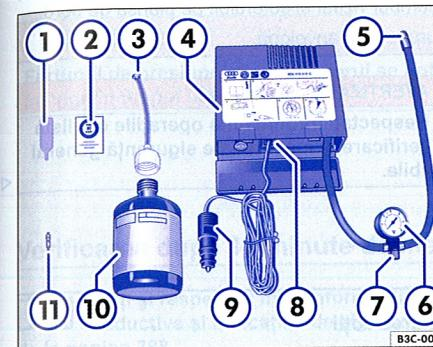

Fig. 237 Imagine de referință: componentele setului de depanare a anvelopelor.
Setul de depanare a anvelopelor se găsește în portbagaj, sub mochetă. Acesta constă din următoarele componente ⇒ fig. 237:
12. Lipiți autocolantul ⇒ fig. 237 ② din setul de pană în câmpul vizual al șoferului, pe planșa de bord.
- Cu cheia de ventilele ⇒ fig. 237 ①, scoateți inserția ventilului din ventilul de anvelopă și așezați-o pe o suprafață curată.
- Scuturați de câteva ori bine recipientul de umplere a anvelopei ⇒ fig. 237 ⑩.
- Înșurubați bine, în sens orar, furtunul de umplere ⇒ fig. 237 ③ pe recipientul de umplere a anvelopei. Folia de la gura recipientului se va găuri automat.
- Îndepărtați capacul de la furtunul de umplere ⇒ fig. 237 ③ și introduceți capătul deschis complet pe ventilul anvelopei.
- Înșurubați inserția ventilului cu cheia de ventile ⇒ fig. 237 ① la loc în ventilul anvelopei.
- Înșurubați bine furtunul de presiune ⇒ fig. 237 ⑤ al compresorului de aer pe ventilul anvelopei.
- Verificați dacă este însurubat șurubul de aerisire ⇒ fig. 237 ⑦.
- Introduceți mufa de conectare ⇒ fig. 237 ⑨ într-o priză de 12 V din autovehicul ⇒ pagina 177.
- Porniți compresorul de aer cu ajutorul comutatorului on/off ⇒ fig. 237 ⑧.
- Lăsați compresorul să funcționeze până se ating 2,0 - 2,5 bar (29 - 36 psi/200 - 248 kPa) ⇒ ▲ **Perioada maximă de funcționare 8 minute** ⇒ ①.
Racordați din nou furtunul de presiune ⇒ fig. 237 ③ și citiți presiunea în anvelopă pe indicatorul de presiune ⑥.